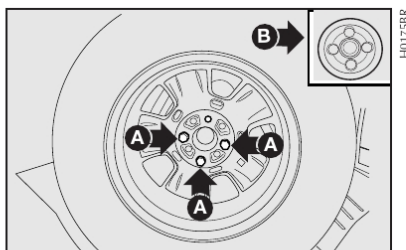

fig. 8
- Desparafusar, com a chave de rodas, os três parafusos **A-fig. 8**.